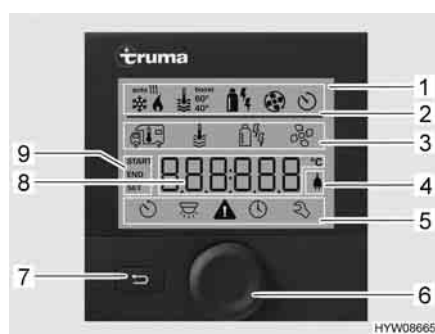

Fig. 79 Centralina di controllo con indicazioni
- Riga di stato (Fig. 79,2)
- Riga di menu in alto (Fig. 79,3)
- Area di indicazione (Fig. 79,8)
- Riga di menu in basso (Fig. 79,5)
- Premere la manopola/il pulsante (Fig. 79,6) per circa 3 secondi. Vengono visualizzate entrambe le righe di menu (Fig. 79,3 e Fig. 79,5). Il primo simbolo lampeggia.
- Ruotare la manopola/il pulsante (Fig. 79,6), finché viene visualizzato il simbolo del menu desiderato.
- Premere la manopola/il pulsante per memorizzare il valore impostato. Se il valore impostato originariamente non deve essere modificato: Premere il tasto indietro (Fig. 79,7).
- Ruotare la manopola/il pulsante (Fig. 79,6), finché il simbolo del menu del riscaldamento (Fig. 80,1) lampeggia.
- Premere la manopola/il pulsante per memorizzare il valore impostato. Il simbolo nella riga di stato lampeggia (Fig. 79,2), finché viene raggiunta la temperatura impostata. Se il valore impostato originariamente non deve essere modificato: Premere il tasto indietro (Fig. 79,7).
- Ruotare la manopola/il pulsante (Fig. 79,6), finché il simbolo del menu relativo alla modalità di funzionamento (Fig. 80,3) lampeggia.
- Premere la manopola/il pulsante per memorizzare la modalità di funzionamento impostata. Se il valore impostato originariamente non deve essere modificato: Premere il tasto indietro (Fig. 79,7).
- Ruotare la manopola/il pulsante (Fig. 79,6), finché il simbolo del menu delle ventole (Fig. 80,4) lampeggia.
- Ruotare la manopola/il pulsante (Fig. 79,6), finché il simbolo del menu del timer (Fig. 80,6) lampeggia.